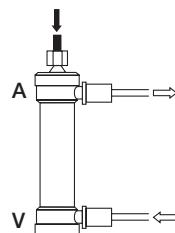

Fig.3 / Abb.3
- 5) Sluit de dialysaattijnen aan op de dialysaatoorten zodat het dialysaat in tegenstroom met de bloedstroom stroomt. Verwijder eventuele luchtbellen en spoel de dialysaatzijde met dialysaat dat stroomt met ongeveer 500 ml/min. (Fig. 3) Laat het dialysaat minstens 5 minuten stromen. Vermijd ultrafiltratie tijdens deze procedure.